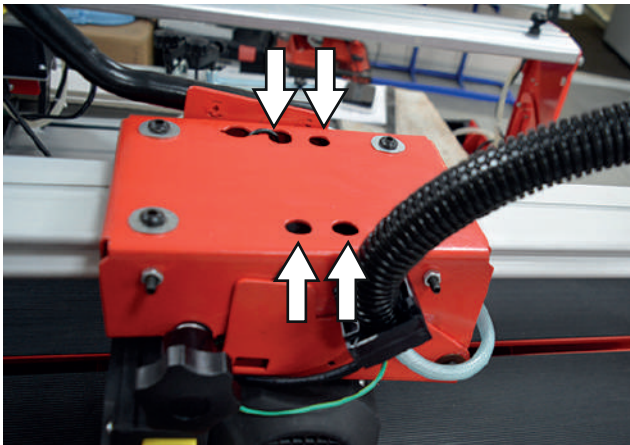
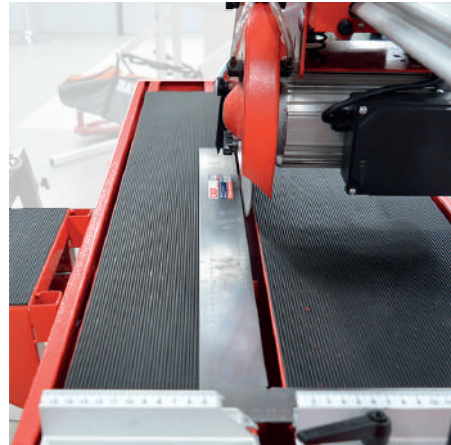

рис.2
рис.3
2. Для регулировки разворота режущего диска относительно линии реза ослабьте 4 винта крепления эл. двигателя (рис.2) с помощью длинного шестигранника. Выставьте диск по угольнику (рис.3) и затяните винты крепления эл. двигателя